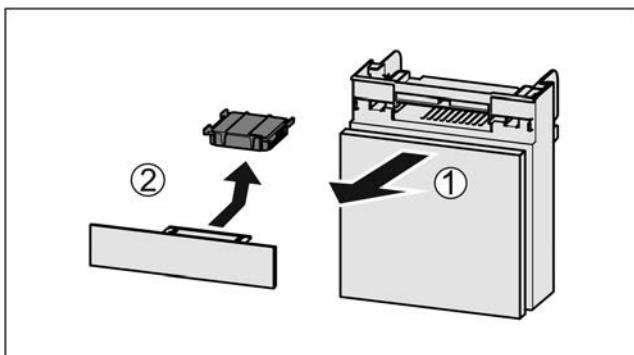

Fig. 44
- Вытянуть Fig. 44 (1) отделение движением вперед.
- Извлечение Fig. 44 (2) фильтра с активированным углем.